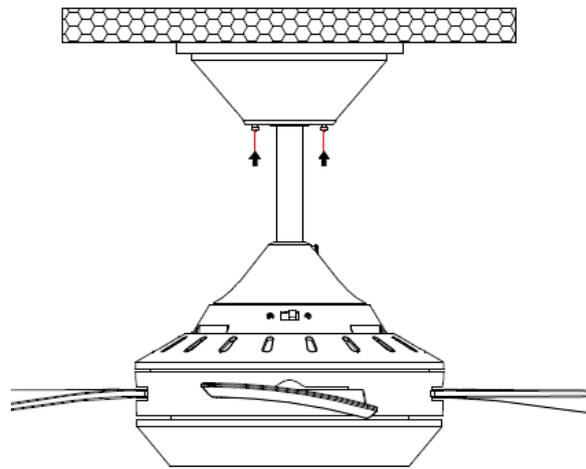

Fig. 9
- Coprire la staffa di supporto con la calotta. Assicurarsi che tutti i fili elettrici siano nascosti all'interno della calotta e che i fili non subiscano danni durante questa operazione. Fissare la calotta alla staffa con le viti fornite (Fig. 9).